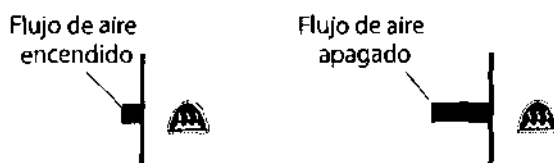

Figura 4-2 Posiciones de encendido/apagado del botón de presión
- Para encender el flujo de aire, presione el botón tal como se muestra en la Figura 4-2. De este modo, el dispositivo pasa al estado de **Funcionamiento**.